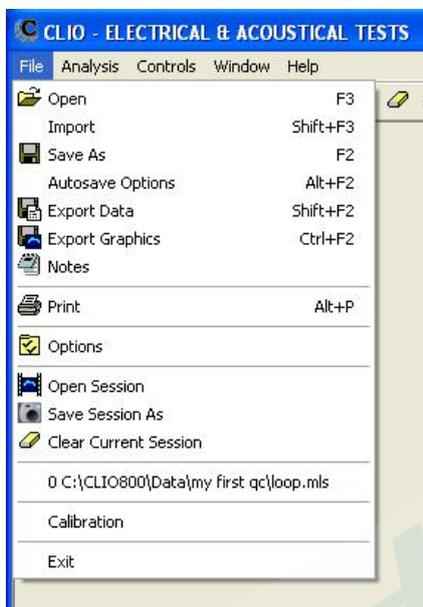

图4-9
1) [Files]菜单主要用于测试文档的新建、打开、保存、数据图档导入导出、打印以及软件的选项设置等，如图4-9